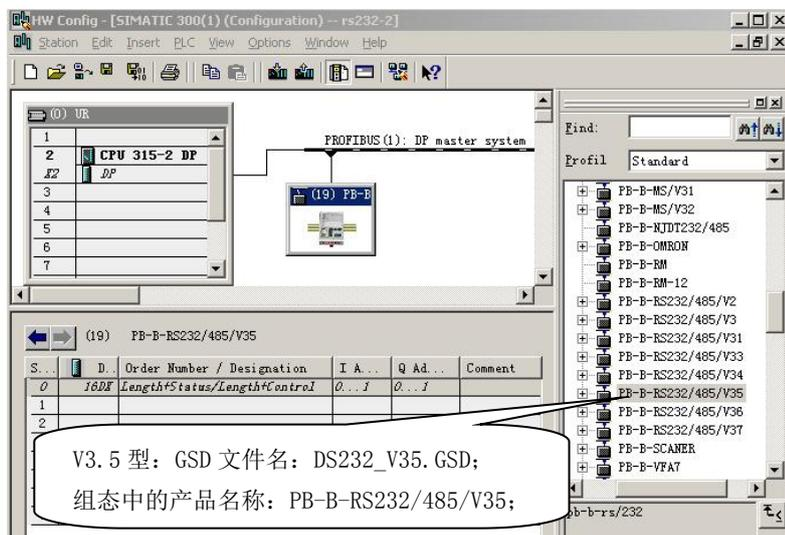

图 0-2
- ③ 按字符间隔接收：当接收到一个字符后连续 3.5 个字符时间（与波特率、字符位数和有无校验有关）没有接收到下一个字符时，认为报文结束。
- ④ 按长度接收：按照用户给定的接收报文长度来控制接收报文结束。
3. 关于 GSD 文件：V3.5 型产品 GSD 文件是 DS232_35.GSD，见下图 0-2 所示：